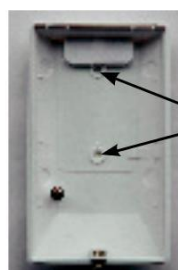

Abb.: 4
4. Befestigen Sie den Bewegungsmelder bei Verwendung der Tierimmunkfunktion mit 2 Schrauben laut Abb.:4, S57 in einer Höhe von 2,3m senkrecht zur Wand, bei normaler Anwendung kann auch die dafür vorgesehene Wandhalterung verwendet werden. Stellen Sie sicher das der PIR-3SP noch im Funkbereich der Alarmzentrale steht. Bei unterschreiten einer Signalstärke von 40dB ist ein Repeater (RP-2S) empfehlenswert.